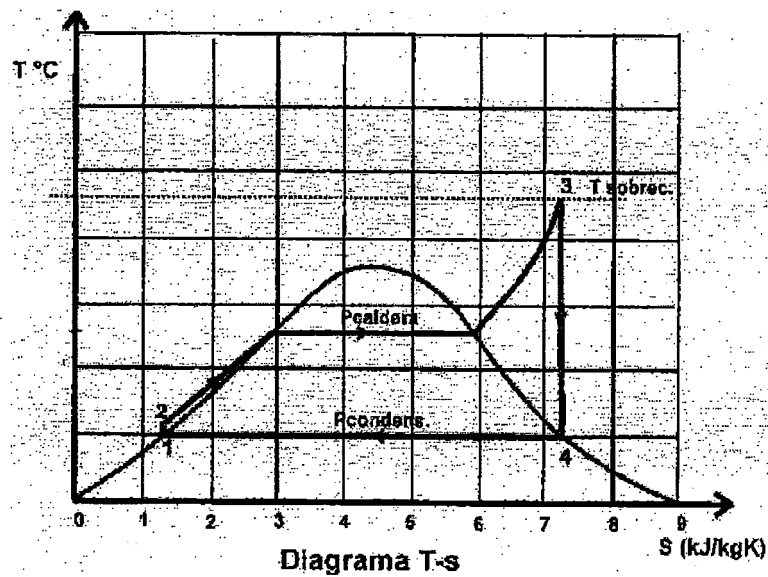

Fig. 12.6
Continuando con la mejora de los ciclos, para eliminar el inconveniente a la salida de la turbina como vapor húmedo, lo que se hace es que el vapor saturado que sale de la caldera se vuelve a sobrecalentar a la misma presión constante hasta alcanzar el estado de vapor sobrecalentado. Alcanzamos de este modo la zona de sobrecalentamiento, y con la presión mencionada anteriormente y la temperatura de sobrecalentamiento podremos ubicar el estado (3) (ver fig. 12.6)
En resumen el rendimiento térmico en este ciclo aumenta si disminuye la presión del condensador (condensadores refrigerados) dentro de la campana, (ver fig. 12.6) Se aprecia que la expansión de la turbina será mayor. Lo mismo sucederá si se aumenta la presión de sobrecalentamiento y la temperatura de sobrecalentamiento.